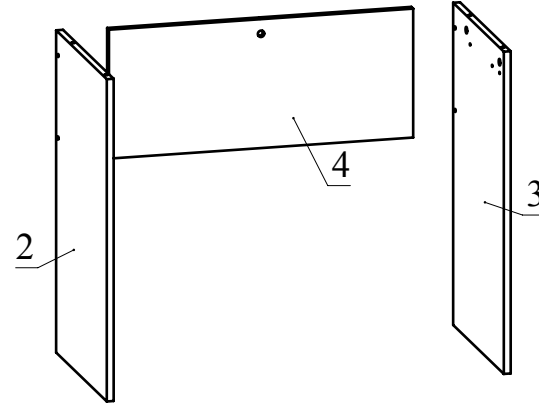

Рис.8
6. Скрепите при помощи конфирматов детали 2, 3 с деталью 4 (Рис. 8).